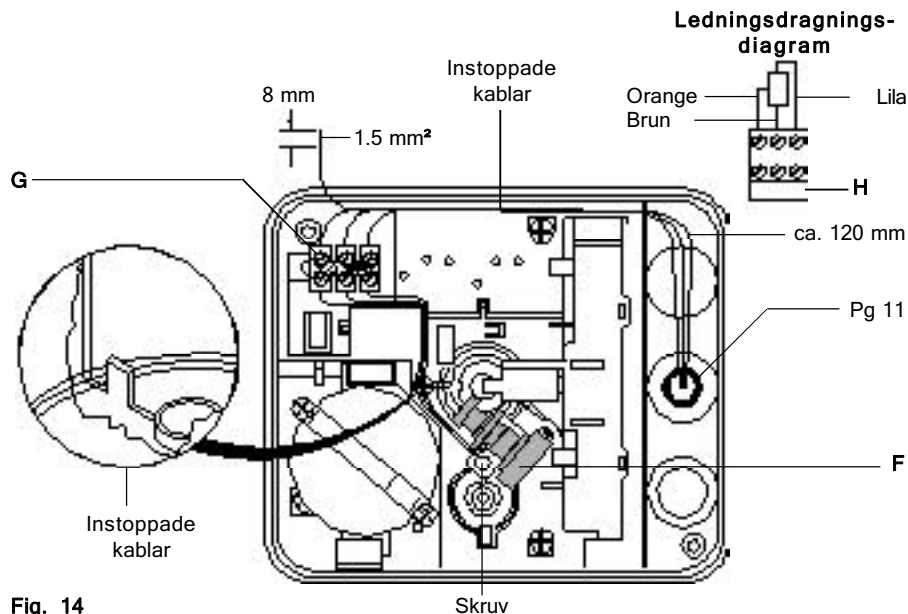

Fig. 14
1. Potentiometern (F) ska roteras helt medsols med skruvmejsel på änden av potentiometerns skaft.
3. Placera och skruva fast potentiometern på plats efter beskrivningen i fig. 14.
4. Ett terminalblock (G) och namnskytt (H) levereras också och ska skruvas på underdelen.
6. Anslut potentiometerkablarna efter beskrivningen i diagrammet som visas i fig. 14.